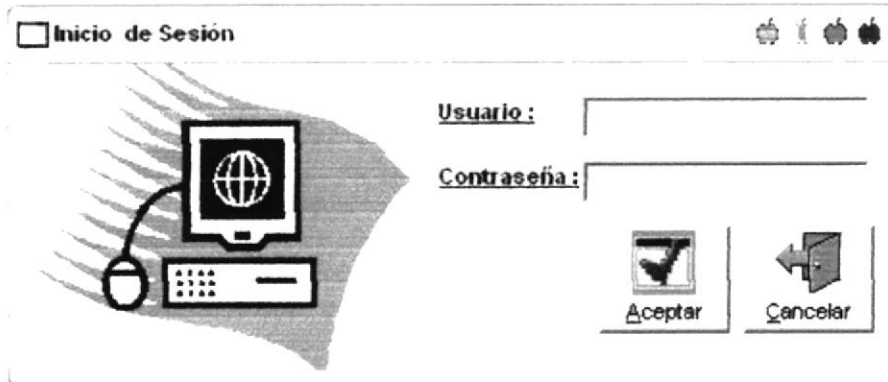

Figura 3.3 Pantalla Ingreso al sistema
1. Seleccione del Menú Archivo la opción titulada "**Conectar**" y después clic; a continuación aparecerá lo siguiente (Ver figura 3.3)